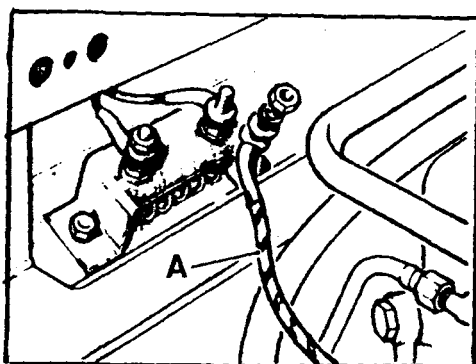

Fig. A1-5 Desmontaje del cable de alimentación de los calentadores
b) Cable de alimentación de los calentadores, A (Fig. A1-5).